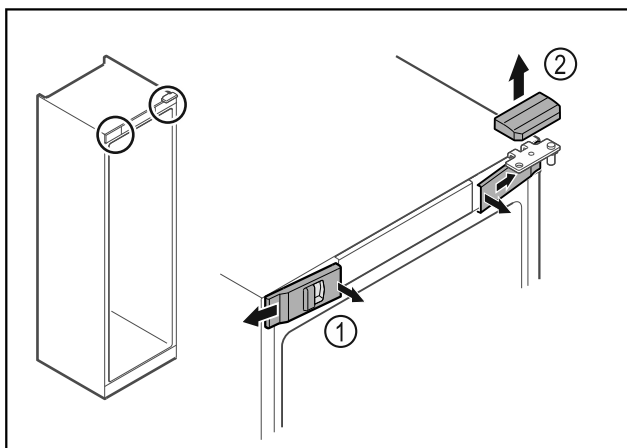

Fig. 12
- ▶ Klik de forreste indvendige afdækninger Fig. 12 (1) ud, og tag dem af i siden.
- ▶ Tag den øverste afdækning Fig. 12 (2) af opefter.